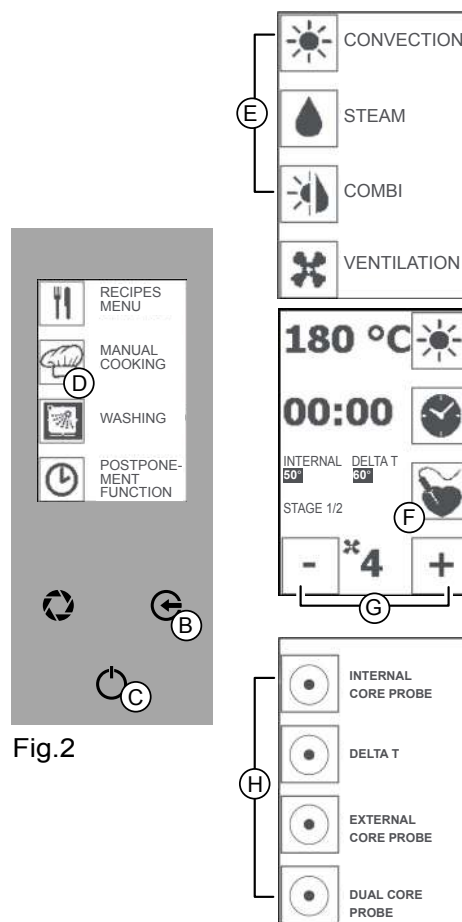

Fig.2
2. Sluit de ovendeur, druk op de icoon “GO!” en druk op de icoon “HAND-MATIG KOKEN” (Afb.2/D).
Selecteer een kookmodus (Afb.2/E).
3. Druk op de icoon “KERNSONDE” (Afb.2/F) en op de icoon “KERNSON-DE INT of EXT” (Afb.2/H). Druk op de icoon “KERNSONDE” (Afb.2/F) en gebruik de iconen “MIN” en “PLUS” (Afb.2/G) om de temperatuur van de kernsonde in te stellen. Druk op de icoon “KERNSONDE” (Afb.2/F) om te bevestigen.
Druk op de toets “ENTER” (Afb. 2/C) om het koken te starten.
Druk op de toets “ENTER” (Afb. 2/C) en druk meerdere malen op de toets “ESC” (Afb. 2/B) om terug te keren naar het beginscherm.
3. Druk op de icoon “KERNSONDE” (Afb.2/F) en de icoon “DELTA T” (Afb.2/H). Druk op de icoon “KERNSONDE” (Afb.2/F) en gebruik de iconen “MIN” en “PLUS” (Afb.2/G) om de temperatuur van de kernsonde in te stellen. Druk op de icoon “KERNSONDE” (Afb.2/H) en gebruik de iconen “MIN” en “PLUS” (Afb.2/G) om het temperatuurverschil in te stellen tussen het ovencompartiment en de kernsonde (**tussen 20° en 120°**).
Druk op de icoon “KERNSONDE” (Afb. 2/H) om te bevestigen.
Druk op de toets “ENTER” (Afb.2/A) om het kookproces te starten.
Druk op de toets “ENTER” (Afb. 2/C) om de functie te stoppen en druk meerdere malen op de toets “ESC” (Afb. 2/B) om terug te keren naar het beginscherm.